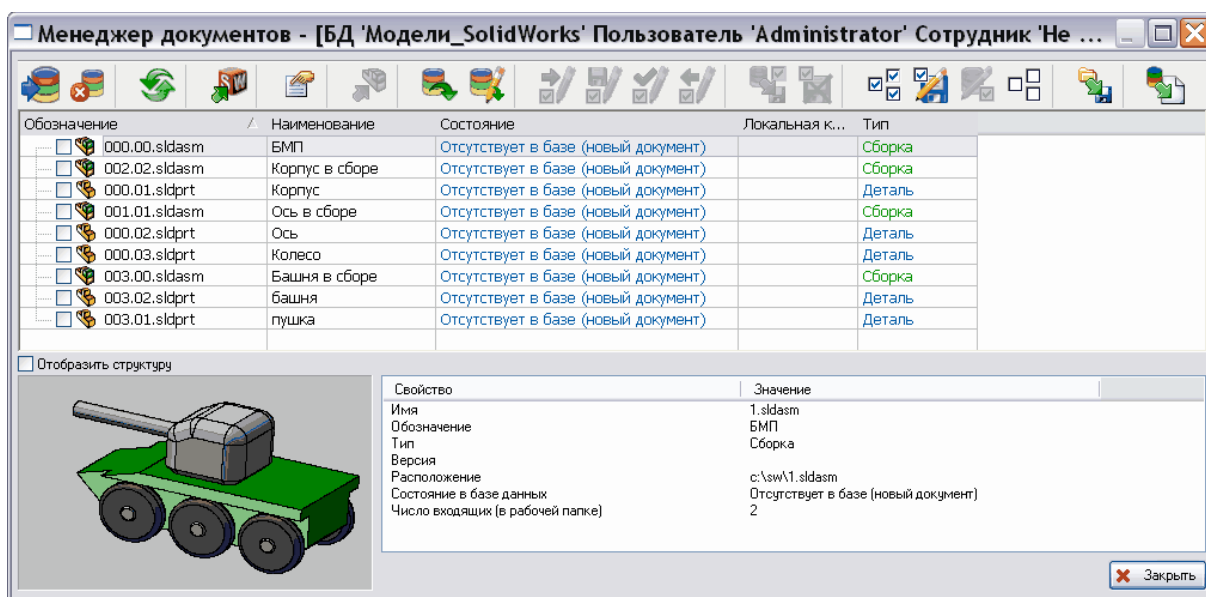

Рис. 37
3. В меню **PDM STEP Suite** выберите команду **Менеджер документов**. При этом появится окно менеджера документов (Рис. 37).